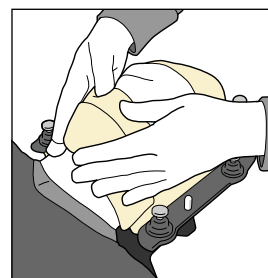

Fig. 16
6. Modellare la maschera sul viso del paziente usando le dita e i palmi fino all'indurimento del materiale. (Fig. 16)